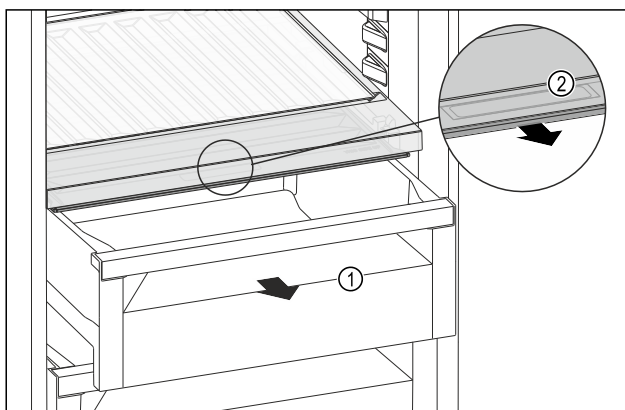

Fig. 109
- Estrarre il cassetto Fig. 109 (1).
- Afferrare la maniglia incassata Fig. 109 (2) sul coperchio dello scomparto e tirare allo stesso tempo in avanti il coperchio dello scomparto.